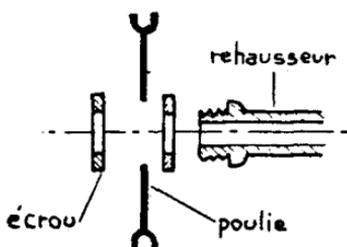

Fig. 15
* Agrandir le trou central de la petite poulie, de sorte qu'elle pénètre à l'extrémité fileté du rehausseur de douille (\varnothing 10 mm environ), puis l'y bloquer entre 2 écrous (fig. 15).